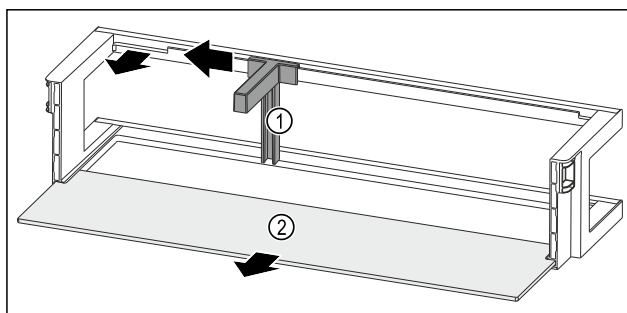

Fig. 261 Balconnet de contre-porte avec range-bouteilles et tablette de rangement
- ▶ Pousser le range-bouteilles Fig. 261 (1) sur le côté jusqu'à l'évidement.
- ▶ Retirer le range-bouteilles Fig. 261 (1).
- ▶ Retirer la tablette de rangement Fig. 261 (2).